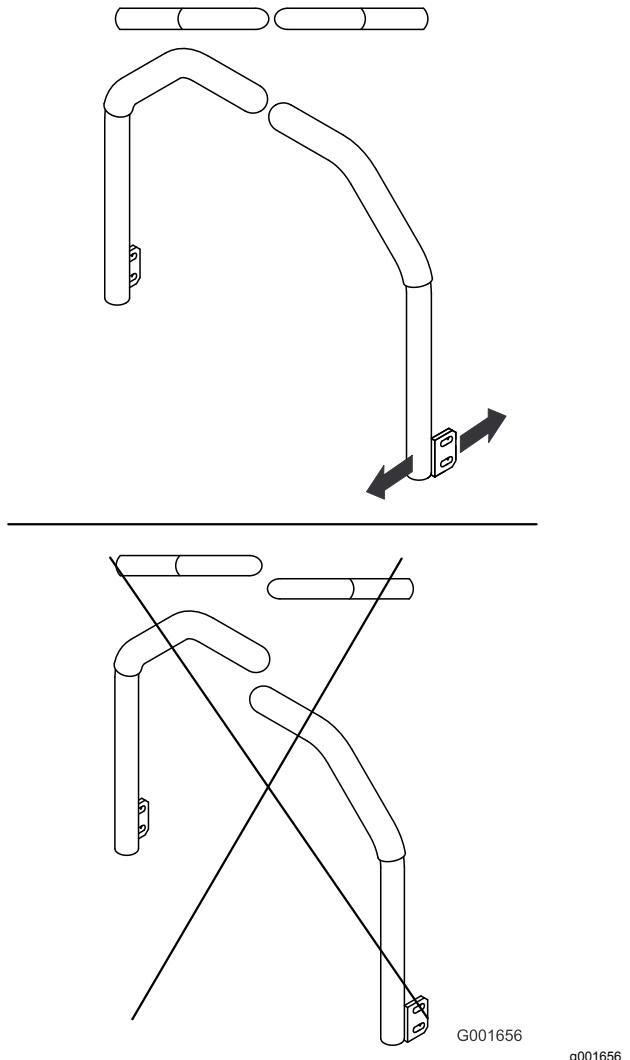

Bild 89
5. Stellen Sie die Fahrantriebshebel so ein, dass sie ausgefluchtet sind und ziehen Sie die Schrauben an, um die Hebel an den Streben zu befestigen (Bild 89).